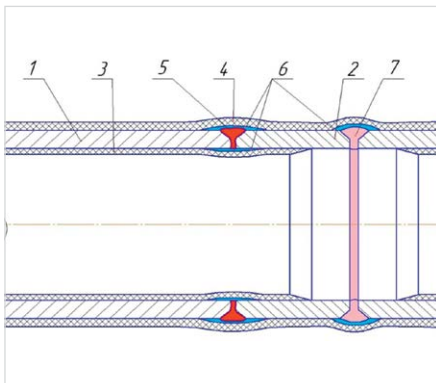

Рис. 5 — Конструкция стыка ППТВ
- Осуществляют сборку и сварку стыка нержавеющей втулок известным способом с применением специальных электродов (рис. 5).